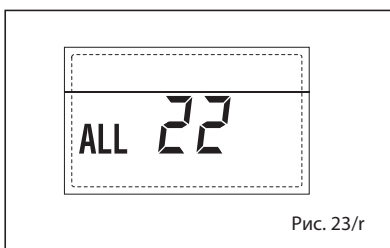

Рис. 23/r
– **НЕПОЛАДКА ПОЛОМКИ ДАТЧИКА ПОДАЧИ ВТОРОЙ СМЕШАННОЙ ЗОНЫ “ТРЕВ 23” (рис. 23/s)**